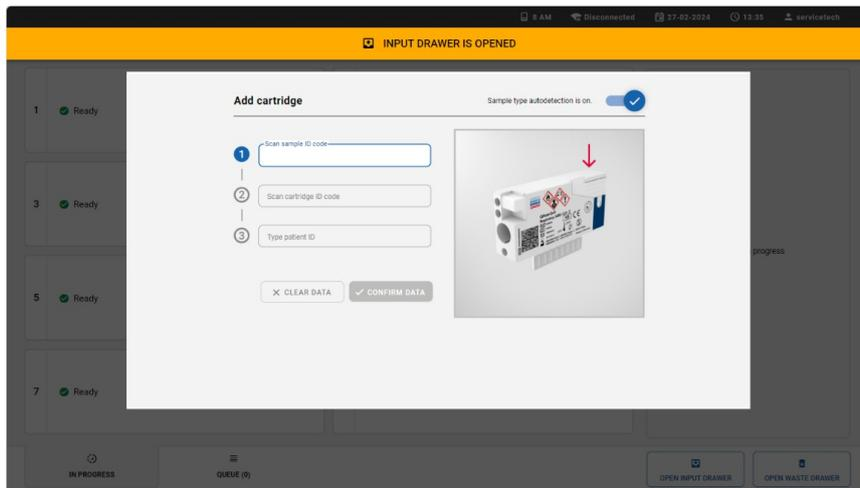

Figura 14. Schermata Scan sample ID (Scansiona ID campione).
1. Viene visualizzata la finestra di dialogo Add cartridge (Aggiungi cartuccia) e lo scanner frontale viene attivato. Eseguire la scansione del codice a barre dell'ID del campione applicato alla parte superiore della cartuccia d'esame QIAstat-Dx (la posizione è indicata dalla freccia) (Figura 14).